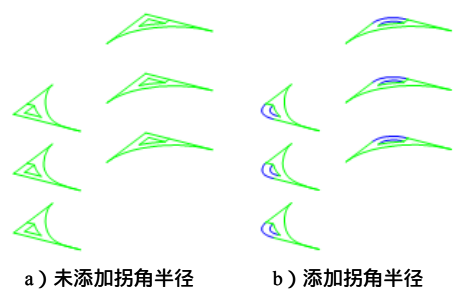

图 7-50 拐角半径
- 【拐角半径】：在拐角部分加上圆弧，如图 7-50 所示。